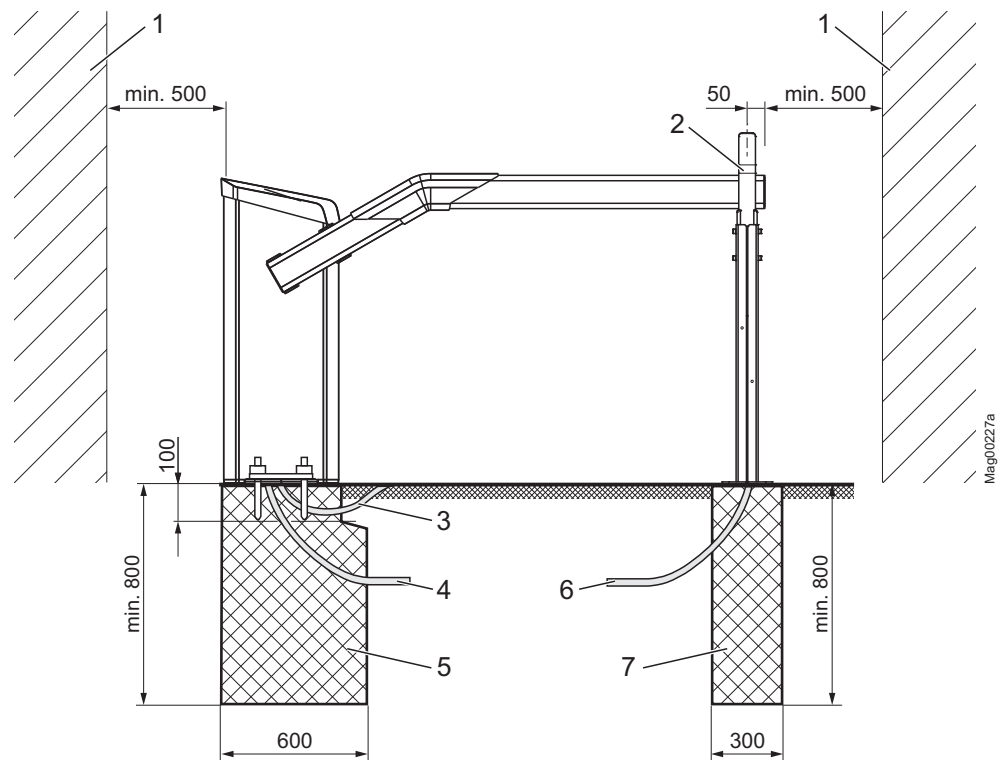
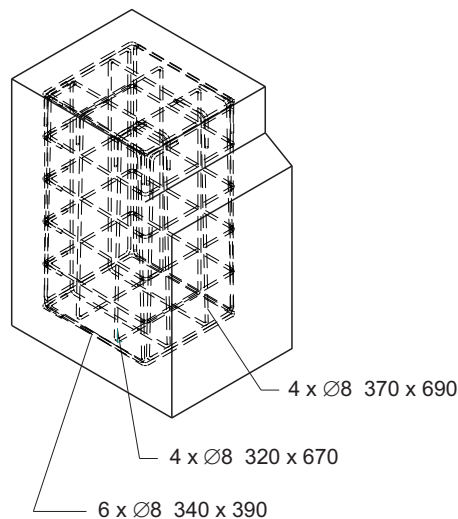
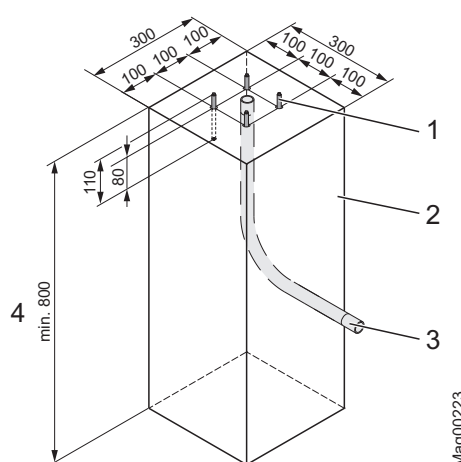

Fig. 13: Montering av bomanlegg, her fremstilt for bom type "Access/Parking" (mål i mm)
Fig. 15: Armeringsnett
Fig. 17: Fundamentskjema bærestolpe og lysportstolpe (mål i mm)
- Monter og installer bomanlegget i henhold til Fig. 13.
- Mellom toppen til bommen og andre objekter som vegger, mur eller hus må det overholdes en sikkerhetsavstand på minst 500 mm. → Se side 47, Fig. 13.
→ Se side 47, Fig. 13 til side 49, Fig. 15.
- Armeringsnett i henhold til figur Fig. 15.
1. Grav et fundament hull i henhold til Fig. 13 og Fig. 14.
2. Legg armeringsnett i fundament hullet i henhold til Fig. 15.
→ Se side 47, Fig. 13.
1. Grav et fundament hull i henhold til Fig. 13 og Fig. 17.
2. Legg tomrøret i fundament hullet i henhold til Fig. 17.
4. Fyll fundamentet med betong i henhold til Fig. 17.